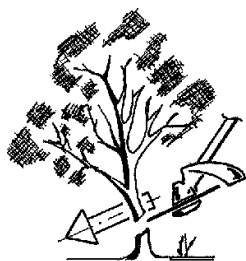

Fig.23
- Per tronchetti dai 3 ai 7 cm di diametro non dovete mai utilizzare la sega circolare in posizione orizzontale ma, sempre un po' inclinata, ed orientata dall'alto verso il basso per evitare che la lama s'inzeppi. L'inclinazione deve essere aumentata all'aumentare del diametro (Fig. 23).